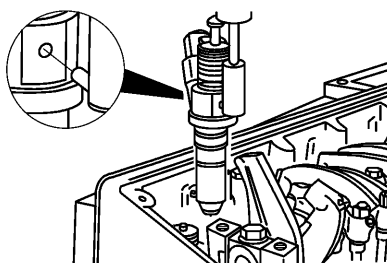

图 10-24 拆下喷油器
① 拆下摇臂室盖，拆下 1 缸喷油器调整螺钉，取下喷油器推杆（大修发动机在安装摇臂前，首先调整静态喷油正时），拆下喷油器（图 10-24）。